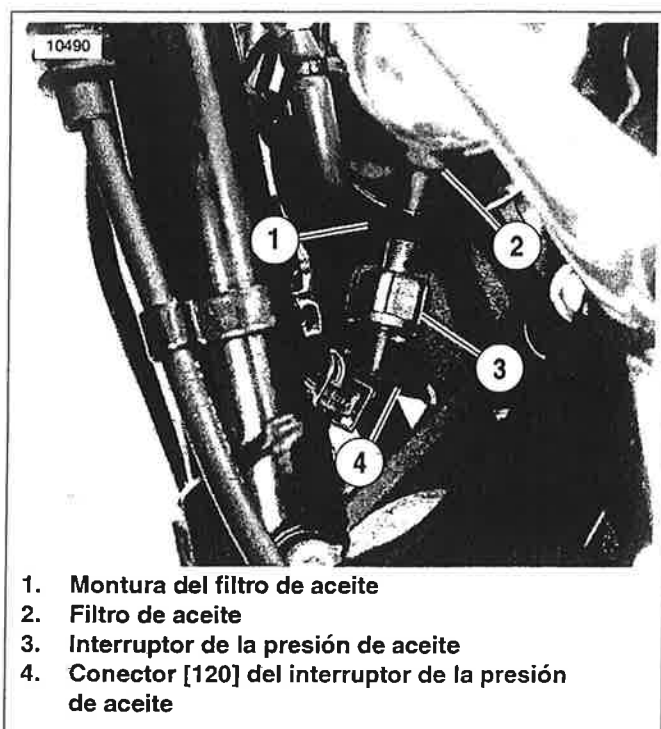

Figura 7-81. Interruptor de la luz del indicador de presión del aceite (vista lateral izquierda XL 1200C)
Vea la Figura 7-81. El interruptor de la presión de aceite está situado debajo de la montura del filtro de aceite en la parte delantera del cárter del motor.
3. Vea la Figura 7-81. Quite el conector [120] (4) del arnés de cableado tirando del conector acodado directamente hacia abajo del espárrago en el interruptor de la presión de aceite (3).
2. Vea la Figura 7-81. Usando el ENCHUFE DEL INTERRUPTOR DE PRESIÓN DE ACEITE (HD-45300), instale el interruptor de presión de aceite (3). Apriete a 5,7-7,9 N·m (50-70 lb-pulg.).
3. Conecte el conector [120] (4) del arnés de cableado al interruptor de presión de aceite (3).